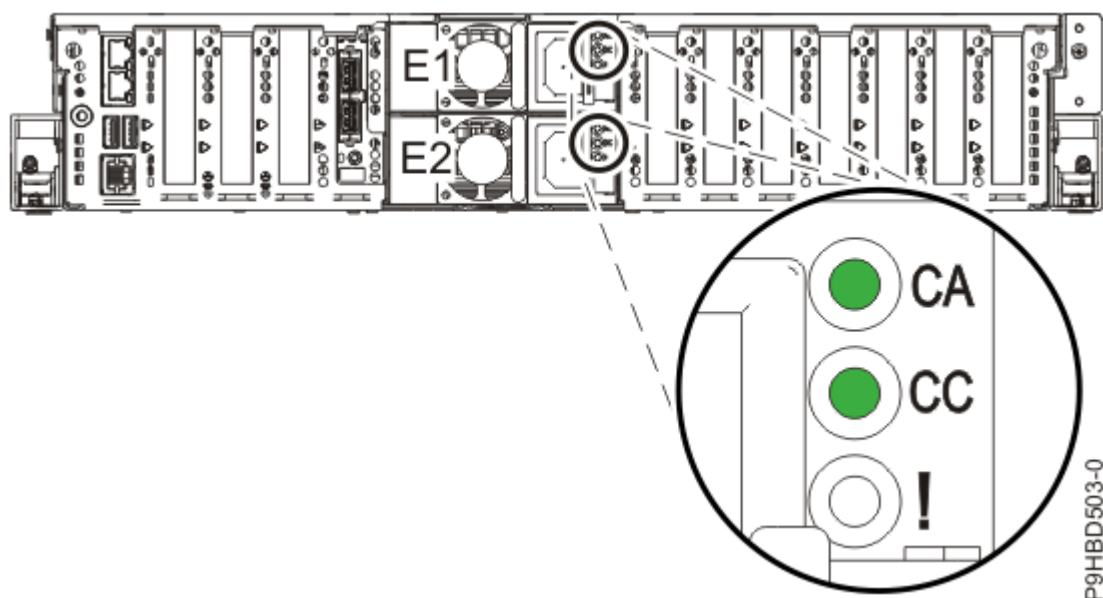

Figure 7. Voyants d'une alimentation fonctionnelle
5. Notez l'état des voyants sur l'alimentation remise en place (voir Figure 7, à la page 9).